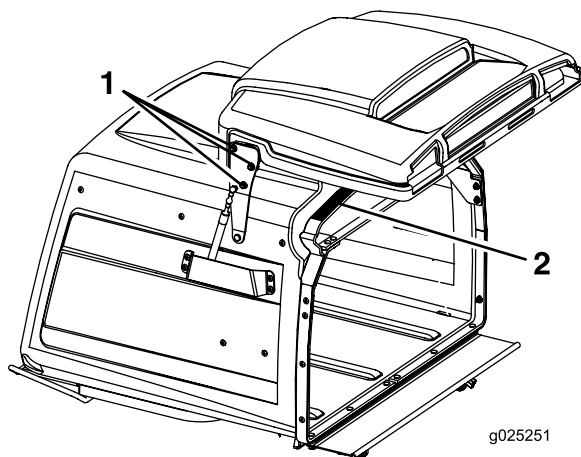

Figura 69
3. Desaperte as seis porcas das dobradiças da porta (Figura 69).
4. Abra a porta e coloque um elástico de borracha de 9,5 mm ou um tubo de 3/8 pol. de diâmetro entre o dispositivo de recolha e a porta do dispositivo de recolha (Figura 69).